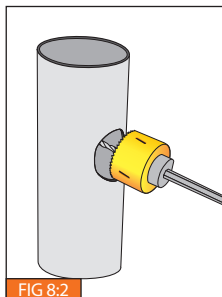

FIG 8:2
2. Markera samt borra upp anslutningshål med den större hålsågen. Rengör och grada av sågkanten vid behov. **FIG 8:2**